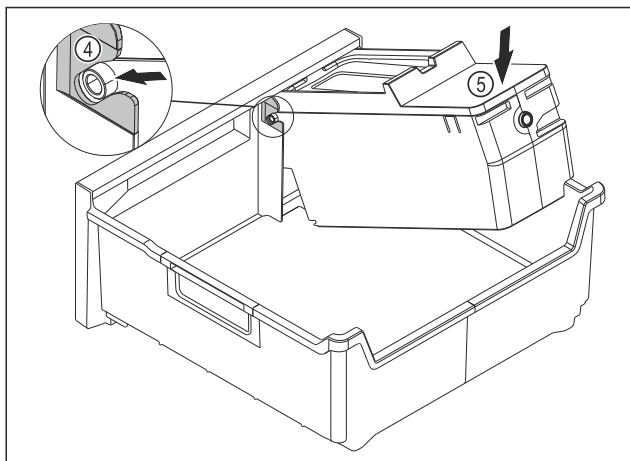

Fig. 134
- ▶ Montați corpul EasyTwist-Ice: Inșerați axele corpului EasyTwist-Ice în ghidaje Fig. 134 (4).
- ▶ Apăsați corpul EasyTwist-Ice Fig. 134 (5) în spate în jos.